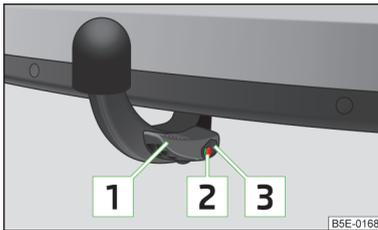

Abb. 102
- sich der Hebel **1** ganz oben befindet » Abb. 102;